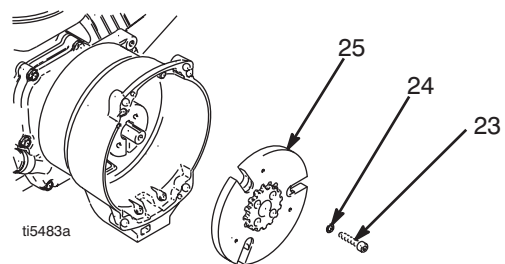

FIG. 7
8. FIG. 7. Introduire un tournevis à frapper ou un autre outil en coin entre l'induit (25) et le carter d'embrayage (19) pour maintenir l'arbre moteur pendant le démontage.
9. Retirer les quatre vis (23) et leurs rondelles d'arrêt (24).